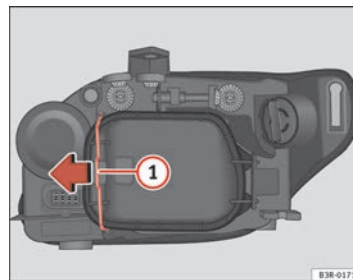

Abb. 210 Standlicht
- Den Spanner ⇒ Seite 284, Abb. 210 ① in Pfeilrichtung bewegen und den Deckel abnehmen, indem zuerst die Seite des Spanners und danach die beiden Laschen des anderen Endes des Deckels abgenommen werden.